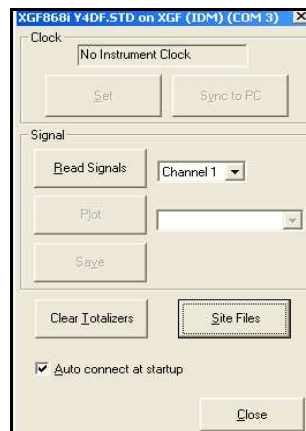

Figure 27: fenêtre *Properties* (Propriétés)
3. La fenêtre *Properties*, illustrée *Figure 27*, apparaît. Pour effacer les totalisateurs du XGF868i, cliquez sur le bouton [Clear Totalizers] (Effacer les totalisateurs). Les totalisateurs du XGF868i sont remis à zéro.